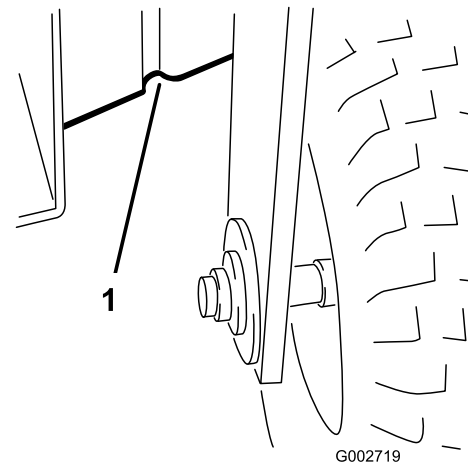

Figura 21
- Delante, debajo del bastidor, detrás de la rueda delantera (Figura 21).